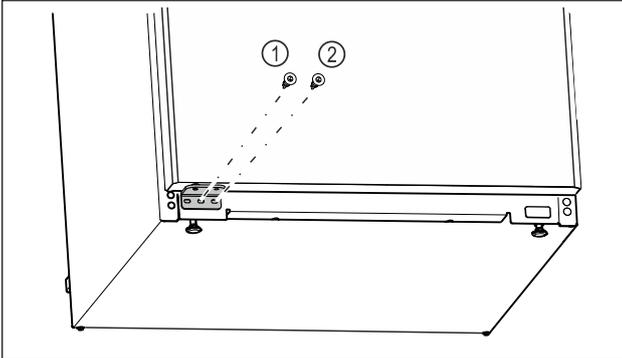

Fig. 21
- ▶ Vidurinį atraminės gembės Fig. 21 (1) varžtą prisukite atsuktuvu Torx 20.
- ▶ Vidinį atraminės gembės Fig. 21 (2) varžtą prisukite atsuktuvu Torx 20.